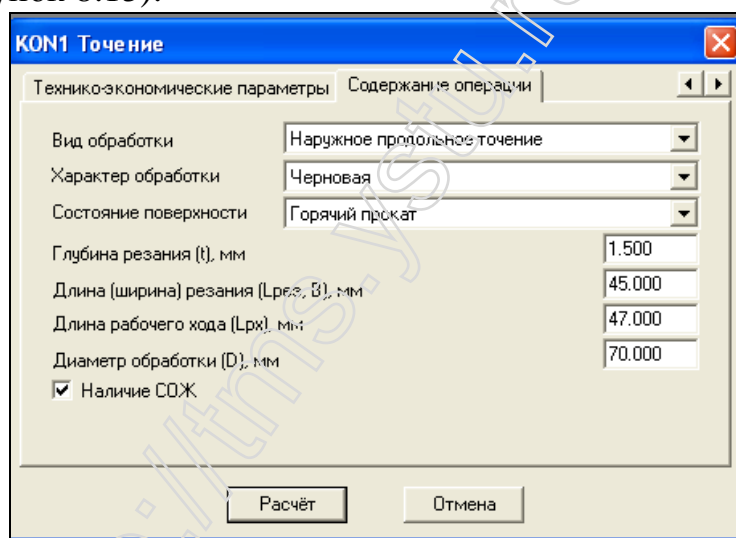

Рисунок 8.15 – Содержание операции
3.6 Заполняю вкладку «Содержание операции» с указанием необходимых параметров (рисунок 8.15).